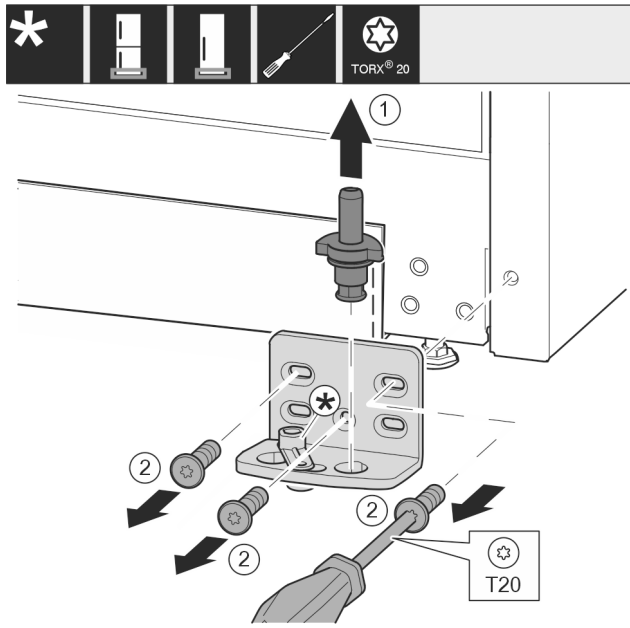

Fig. 13
- ▶ Estrarre completamente verso l'alto i perni di supporto Fig. 13 (1).
- ▶ Svitare le viti Fig. 13 (2) con un cacciavite e rimuovere il blocco di supporto.